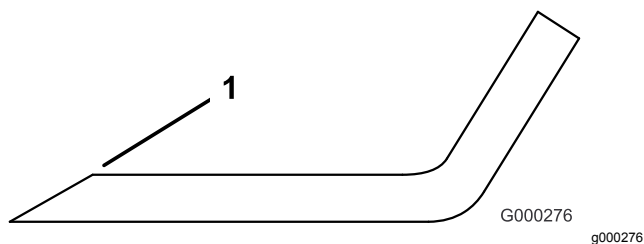

Figura 106
- Utilice una lima para afilar el filo de corte en ambos extremos de la cuchilla (Figura 106).